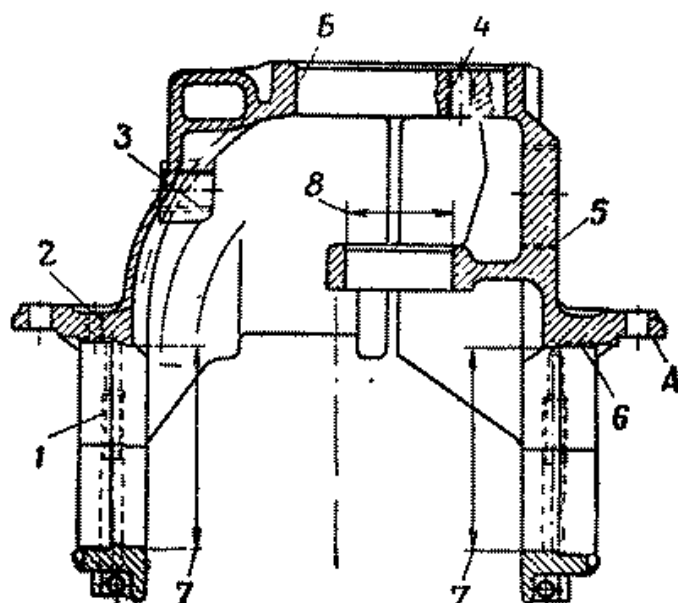

Рис. 146. Картер редуктора моста с крышками подшипников дифференциала в сборе
1. Картер главной передачи (рис. 146)